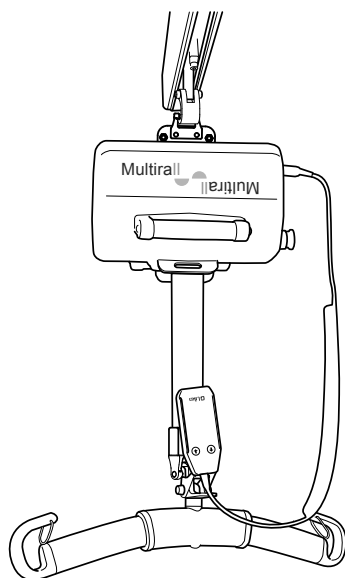

Fig. 1
- monteret med løftebåndet under løfteenheden (fig. 1) eller